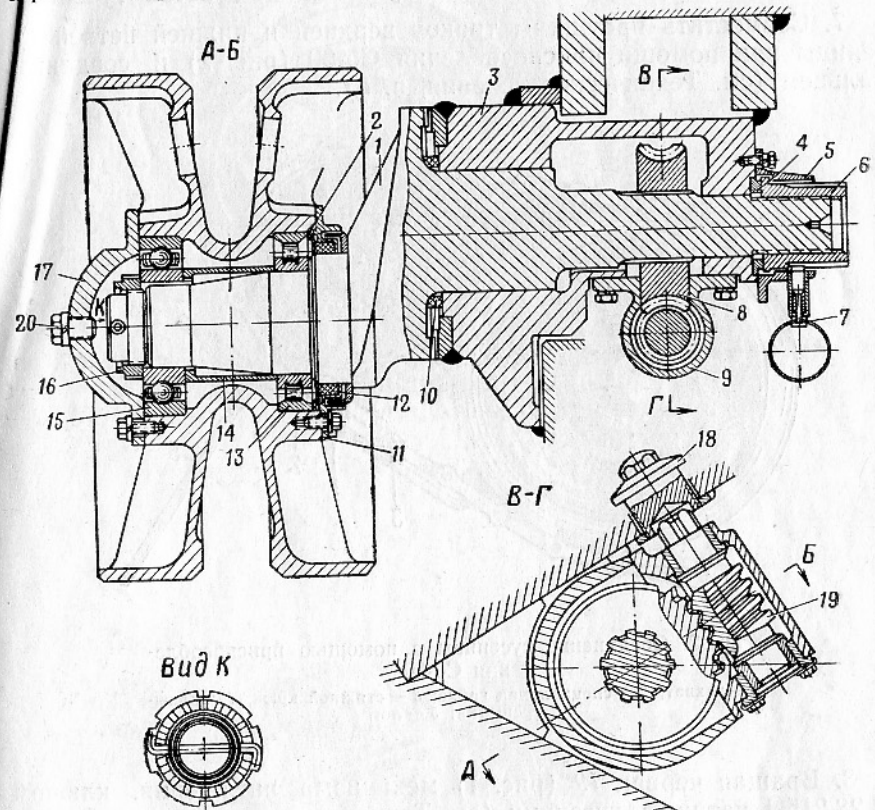

Рис. 1. Направляющее колесо и механизм натяжения гусеницы:
3. Расстопорить гайку 6 (рис. 1), надеть на нее ключ-трещотку и, вращая гайку, вывести зубья кривошипа 1 из зацепления с зубьями кронштейна 3.
8. Вращая червяк 19 (рис. 1) механизма натяжения, ключом 34.28.215-1 натянуть гусеницу (см. Технические условия, п. б).
10. Застопорить гайку 6 (рис. 1) стопором 7. Снять ключ с червяка 19 и вернуть броневую заглушку 18 в отверстие верхнего лобового листа корпуса.
4. Вывернуть болты крепления броневго колпака 17 (рис. 1) к ступице направляющего колеса. Снять броневой колпак.
7. Вывернуть болты крепления крышки 11 (рис. 1) лабиринта. Снять крышку лабиринта, сальник 12 и металлическое кольцо 2.
1. Надеть на ось направляющего колеса крышку 11 (рис. 1) лабиринта, сальник 12 и металлическое кольцо 2.
5. Навернуть гайку 16 (рис. 1) и зашплинтовать ее шплинтом (см. Технические условия, п. б).
2. Вывернуть болты крепления корпуса 5 (рис. 1) стопора гайки кривошипа и снять корпус.
1. Надеть резиновое кольцо 10 (рис. 1) на ось кривошипа. Вложить в кронштейн червячное колесо 8.